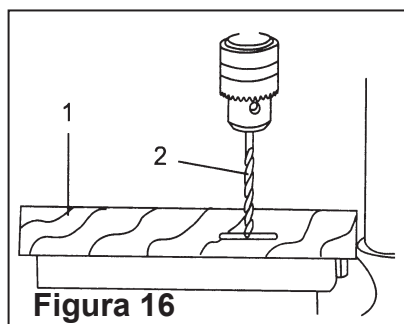

Figura 16
Pieza método (Figura 16 and 17)
1. Marca la profundidad (1) del agujero en el lateral de la pieza de trabajo. (Figura 16).
2. Con el interruptor "OFF", traerá la broca (2) hacia abajo hasta la punta del dedo es aún con la marca. (Figura 16).